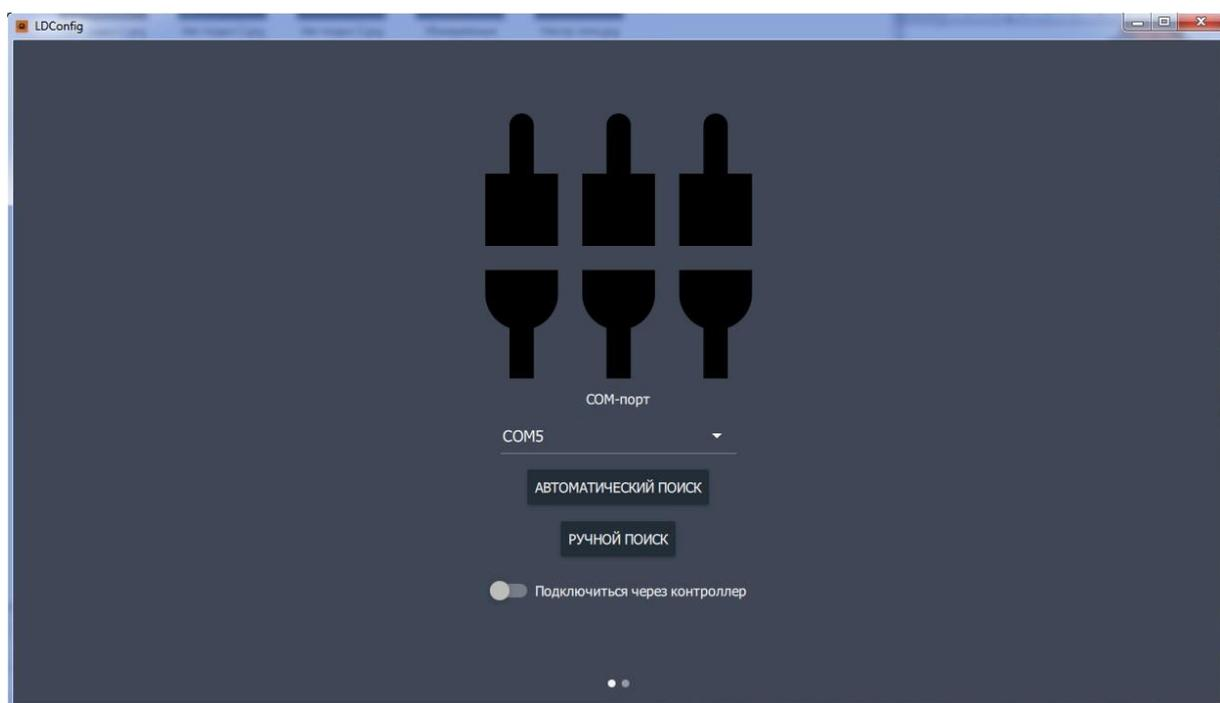

Рисунок 5
- в конфигураторе «LDConfig» выберите COM-порт, к которому подключен датчик (Рис.5). Посмотреть порт устройства можно в «Диспетчере устройств системы»;
- нажмите на кнопку АВТОМАТИЧЕСКИЙ ПОИСК (рис.5);
- В конфигураторе «LDConfig» выберите COM-порт, к которому подключен датчик (рис.5). Посмотреть порт устройства можно в «Диспетчере устройств системы»;
- Нажмите на кнопку РУЧНОЙ ПОИСК (рис.5);